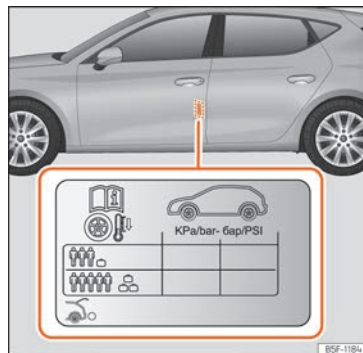

Fig. 242 Ubicación del adhesivo de la presión de inflado de los neumáticos.
- Adapte la presión de los neumáticos a la carga que lleva el vehículo »» **fig. 242.**
Los valores de la presión de inflado se indican en la etiqueta adhesiva situada en la zona posterior del marco de la puerta delantera izquierda »» **fig. 242.**
La presión de los neumáticos se debe adaptar a la carga actual del vehículo. Si el vehículo va a ir cargado al máximo, debe aumentar la presión de inflado al valor máximo de carga indicado en la etiqueta adhesiva »» **fig. 242.**
En el caso de una rueda de emergencia mini-mizada [125/70 R16 o 125/70 R18], inflar a 4,2 bar de presión según se indica en la etiqueta de presión de los neumáticos »» **fig. 242.**
- El conductor es responsable de que todos los neumáticos del vehículo estén inflados a la presión correcta. La presión de inflado recomendada viene indicada en un adhesivo »» **fig. 242.**
- Con los neumáticos en frío, deberá mantenerse siempre la presión indicada en el adhesivo »» **fig. 242.**